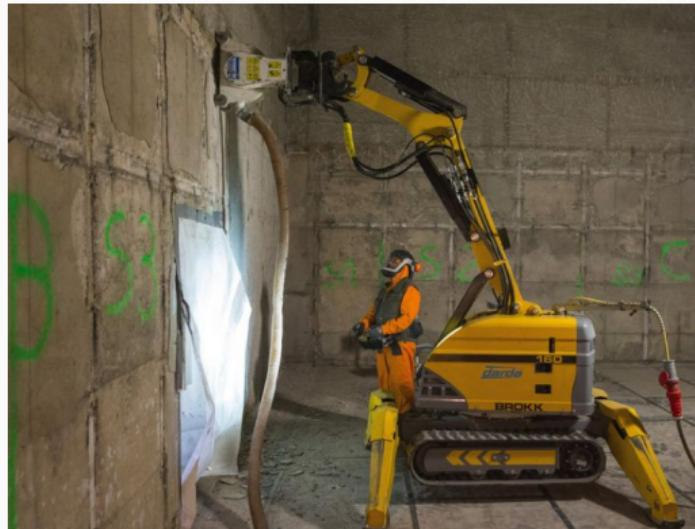

Abbildung 11: Gebäudekontamination im Kernkraftwerk Greifswald mit Hilfe von Shaver [9].
- mittels Shaver die Wandbeschichtungen abgetragen (vgl. Abb. 11)